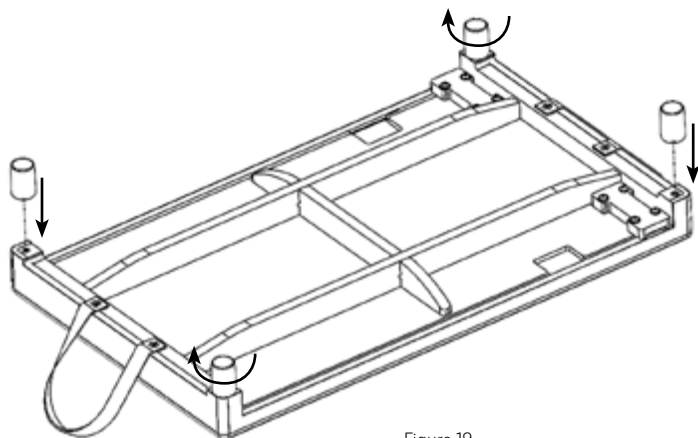

Figure 19
3. Tournez-les dans le sens horaire jusqu'à ce qu'ils soient bien serrés. Un serrage à la main suffit. Voir Figure 19.